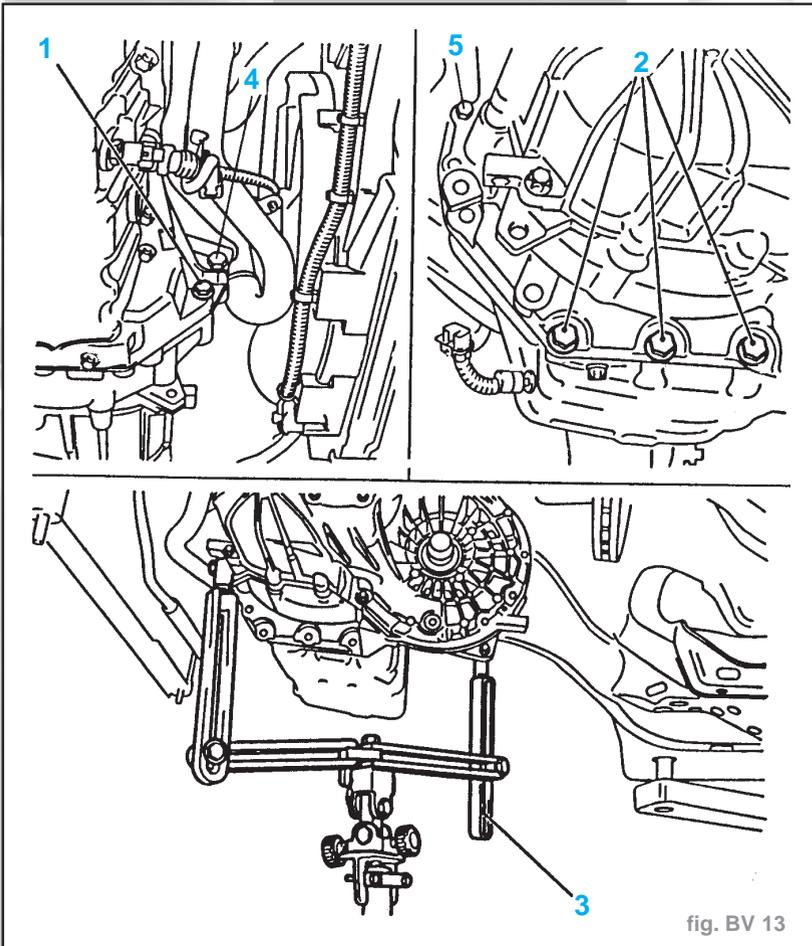
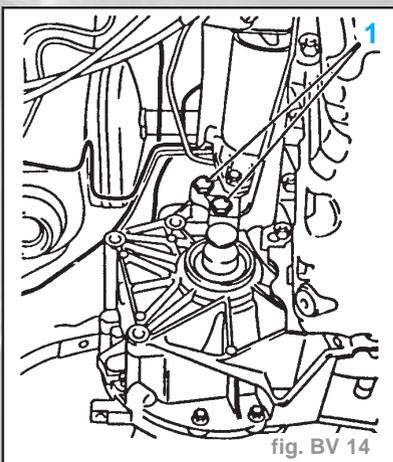

fig. BV 13
fig. BV 14
- moteur avant (5) de la boîte de vitesses. Retirer le support de retenue du bloc amortisseur moteur avant.
- Si nécessaire, déposer le tuyau de liquide de refroidissement (6) de la boîte de vitesses (1 vis de fixation).- Déposer les vis de fixation (1 et 2) de la boîte de vitesses sur carter d'huile (fig. BV. 13).
- Monter le support de boîte **MKM-886** (3) au cric hydraulique et le fixer au carter de boîte de vitesses.
- Déposer les vis de fixations avant (4 et 5) (fig. BV. 13) et arrière (1) (fig. BV. 14) de la boîte de vitesses du moteur.
- Reposer les vis de fixation arrière (1) (fig. BV. 14) et avant (4 et 5) (fig. BV. 13) partie inférieure, de boîte de vitesses sur moteur.
Couple de serrage : **4,0 daN.m** (fig. BV. 13).